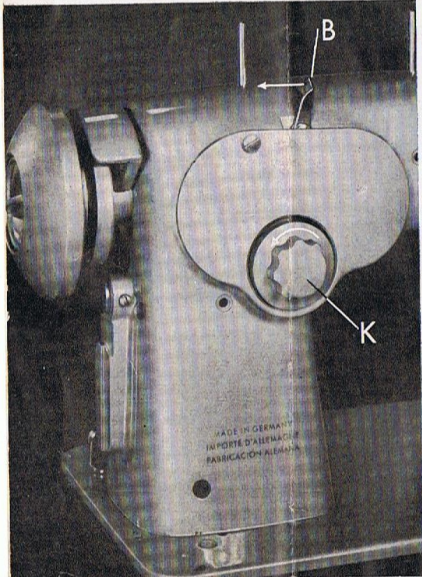

Abbildung 4
- Verschlusskappe **K** (Abb. 4) in Pfeilrichtung (gegen den Uhrzeigersinn) abschrauben.
- Taste **B** (Abb. 4) in Pfeilrichtung drücken und